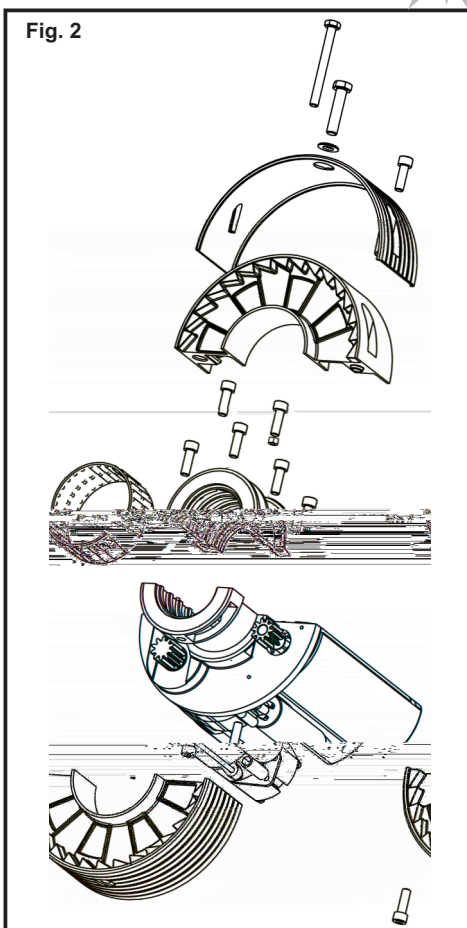

Fig. 2
- C) Smontare la corona del motoriduttore in due metà, svitando le viti M8 (FIG. 2).
- D) Estrarre con delicatezza dallo chassis la fascia a rulli in plastica, evitando forti piegature che causerebbero la fuoriuscita dei rullini. Tale operazione non si effettua in presenza di motoriduttore Roll 76 e Roll 101, poiché non dotati di fascia a rulli (FIG. 2).
- E) Smontare lo chassis del motoriduttore, svitando le quattro viti M8 (FIG. 2).
- G) Accoppiare sull'albero della serranda la parte dello chassis che contiene il motore elettrico con il collare di chiusura, mediante le quattro viti M8 (FIG. 2).
- I) Montare sul collo dello chassis la fascia a rulli, facendo sempre attenzione a non effettuare forti piegature al fine di evitare la fuoriuscita dei rullini. Tale operazione non si effettua in presenza di motoriduttore Roll 76 e Roll 101, poiché non dotati di fascia a rulli (FIG. 2).
- L) Montare sullo chassis le due semicorone, facendole ruotare sulla fascia a rulli e fissarle con le due viti M8. In presenza di motoriduttore Roll 76 e Roll 101 la corona ruoterà direttamente sul collo dello chassis tornito (FIG. 2).
- C) Remove the crown of the motor, unscrewing the screws M8 (FIG. 2).
- D) Extract from the chassis, with delicacy, the band with rolls in plastics, avoiding heavy folds that would cause the spillage of the rullinis. Doesn't effect this operation in case of motors Roll 76 and Roll 101, since they do not endowed with band to rolls (FIG. 2).
- G) Assemble on the tube of the shutter the chassis part with electric motor, with the second part of the chassis through the four screws M8 (FIG. 2).
- I) Mounted on the chassis neck, the band with rolls, being careful not to make strong folding to prevent spillage of rolls. Doesn't effect this operation in case of motors Roll 76 and Roll 101, since they do not endowed with band with rolls (FIG. 2).
- L) Mounted on the chassis the two demicrown, rolling them on the band with rolls and fix them with the two screws M8. In case of motors Roll 76 and Roll 101 the crown will rotate directly on the chassis neck turned (FIG. 2).
- C) Démonter la couronne du moteur, en deux moitiés, en dévissant les vis M8 (FIG. 2).
- D) Extraire du châssis, avec délicatesse, la bande en plastique avec roulements, en faisant très attention à éviter les plis qui causeraient l'écoulement des roulements. Ne pas effectuer cette opération en présence du moteur Roll 76 et Roll 101, par ce qu'ils ne sont pas doté de bande en plastique avec roulements (FIG. 2).
- G) Accoupler sur le tube du rideau la partie du châssis qui contient le moteur électrique, avec la deuxième partie du chassis avec le 4 vis M8 (FIG. 2).
- I) Monter sur le châssis la bande en plastique avec les roulements, en faisant toujours attention à ne pas effectuer des forts plis afin d'éviter l'écoulement des roulements. Ne pas effectuer cette opération en présence du moteur Roll 76 et Roll 101, par ce qu'ils ne sont pas doté de bande en plastique avec roulements (FIG. 2).
- L) Monter sur le châssis les deux demi-couronnes, en tournant les mêmes sur la bande en plastique avec les roulements et les fixer avec les deux vis M8. En présence de moteur Roll 76 et Roll 101, la couronne tournera directement sur le cou du châssis tourné (FIG. 2).
- C) Desmontar la corona del motor en dos mitades, destornillando los tornillos M8 (FIG. 2).
- D) Extraer del chasis con delicadeza la faja de plástico con rodamiento, evitando fuertes pliegues que causarían el derrame de los rodamientos. Tal operación no si efectua en presencia de motor Roll 76 y Roll 101, ya que no dotados con faja de plástico con rodamiento (FIG. 2).
- G) Ensamblar sobre el árbol del cierre metálico la parte del chasis que lleva el motor eléctrico, con la segunda parte de chasis, a través de 4 tornillos M8 (FIG. 2).
- I) Montar sobre el cuello del chasis la faja de plástico con rodamiento, siempre teniendo cuidado con no efectuar fuertes pliegues para evitar el derrame de los rodamientos. Tal operación no si efectua en presencia de motor Roll 76 y Roll 101, ya que no dotados con faja a rodamientos (FIG. 2).
- L) Montar sobre el chasis las dos semicoronas, haciéndoles girar sobre la faja de plástico a rodamientos y fijarle con los dos tornillos M8. En presencia de motor Roll 76 y Roll 101 la corona girará directamente sobre el cuello del chasis torneado (FIG. 2).